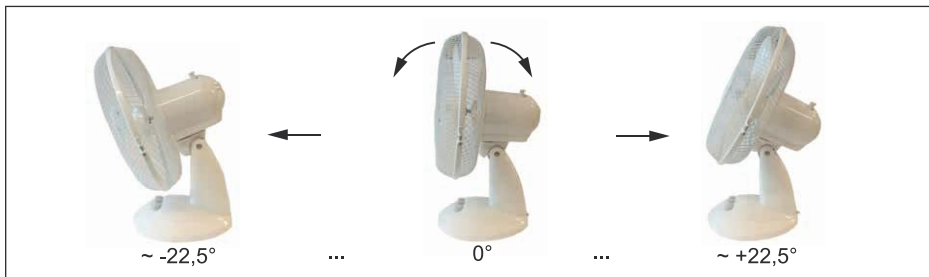

Fig.79: Indstilling af hældningsvinklen
4. Vip ventilatoren til den ønskede position, hvor ventilationen skal komme fra. Se fig. 79.